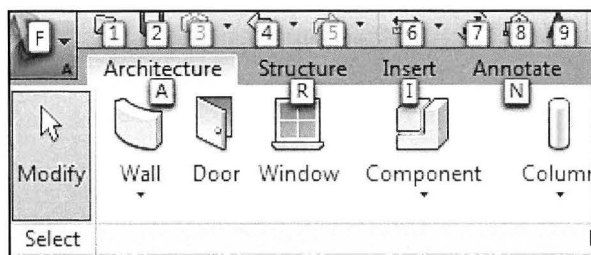

Fig. 18.01. Klik på alt på tastaturet.
- Klik på Alt og der fremkommer bogstaver ud for hvert faneblad (Fig. 18.01). og tal ud for hver *Quick toolbar* kommando.